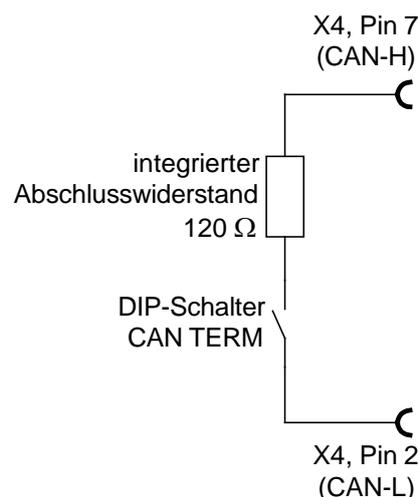

Abbildung 26: Integrierter CAN-Abschlusswiderstand
- ❖ An beiden Enden des CAN-Bus-Kabels muss jeweils genau ein Abschlusswiderstand von $120\ \Omega \pm 5\ %$ vorhanden sein. Der Servopositionierregler ARS 2300 FS verfügt bereits über einen integrierten Abschlusswiderstand, der mittels dem frontseitig angebrachten DIP-Schalter „CAN TERM“ aktiviert/deaktiviert werden kann (siehe *Abbildung 26*)